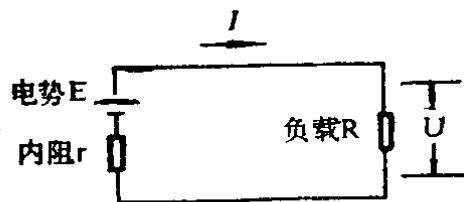

图 1·1-2
(2) 全电路欧姆定律 最简单的全电路如图 1·1-2 所示。